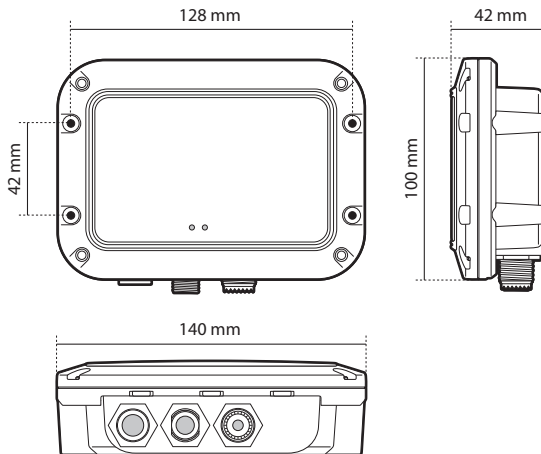

Abbildung 5 AIS-Empfänger Abmessungen
- Für das Verlegen der Kabel sollte um den AIS-Empfänger herum ausreichend Platz vorhanden sein. Weitere Informationen zu dem Abmessungen des AIS-Empfänger finden Sie in Abbildung 5.